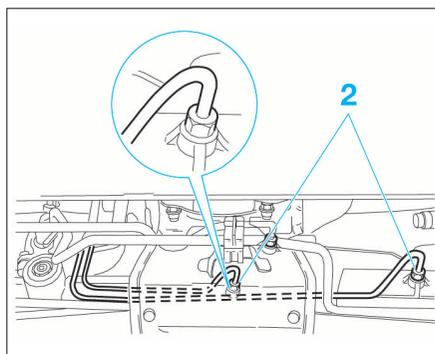

FIG. 23
- Desserrer les raccords (2) sur le vérin du mécanisme de direction (Fig.23).